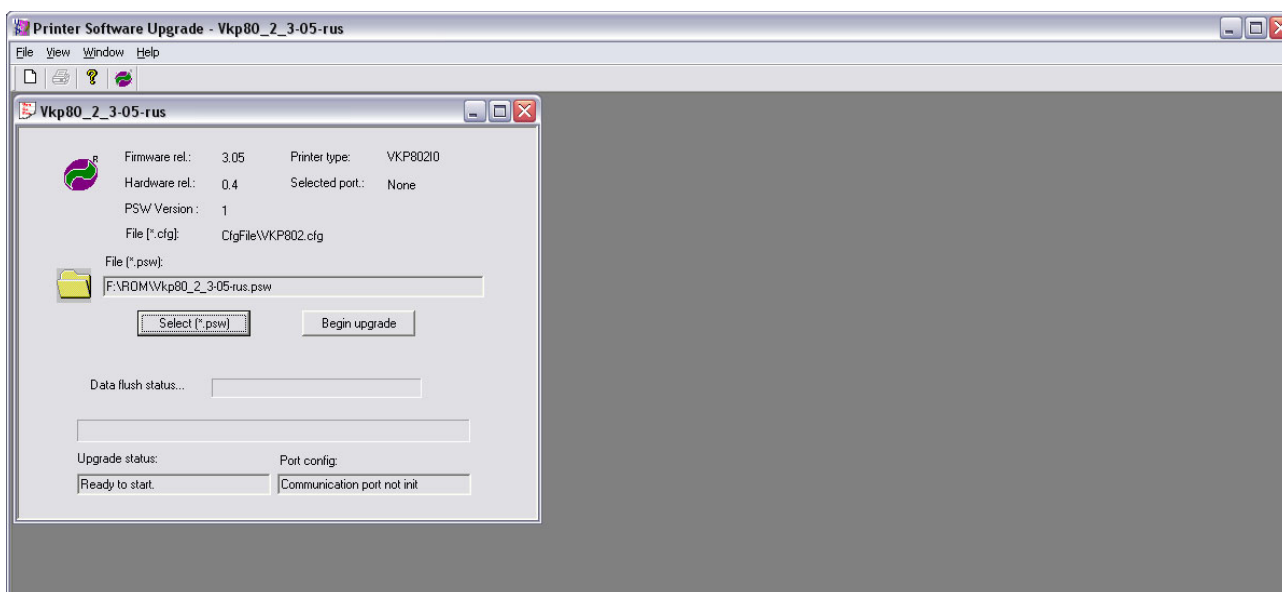

Рисунок 6 -Окно утилиты «UpgCePrn».
2.10 Далее в окне программы нажмите на кнопку «Begin upgrade» (см. рисунок 6)